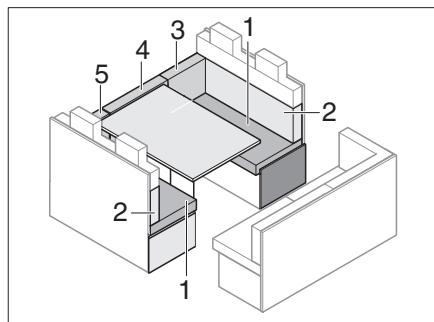

Fig. 199 Antes de la transformación
- Quitar el cojín del respaldo (Fig. 199, 3, 4 y 5) y ponerlo al lado.